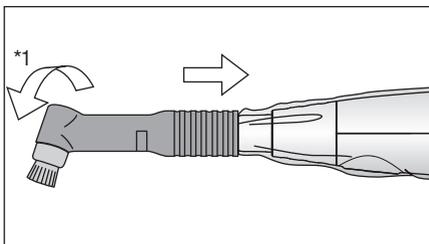

Fig. 3
- 3) Insérez la pièce à main jetable fermement et vérifiez que la connexion soit faite (Fig. 3, 4).
\*1 Lors de la fixation/du retrait de la pièce à main jetable, tournez-la dans le sens de la flèche indiquée dans Fig. 3.